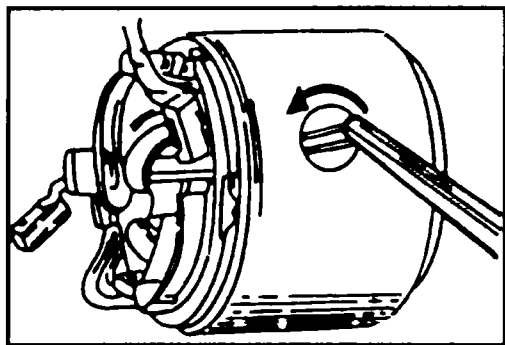

Рис. 11.18 Демонтаж полюсной накладки
- ◆ Отверните четыре винта, крепящие полюсные наставки статора (рис. 11.18).